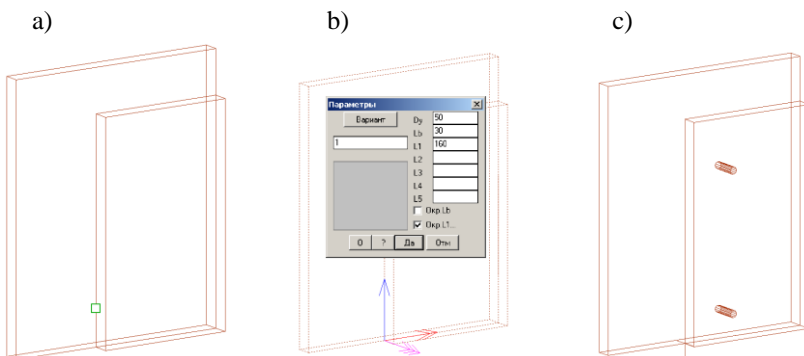

Рис. 3.68 Установка шканта на две параллельные детали
**Точка / Базовое ребро:* Для установки крепежа вдоль ребра указать ребро, вдоль которого будет базироваться крепеж, см. рис. 3.68, стр. 113.